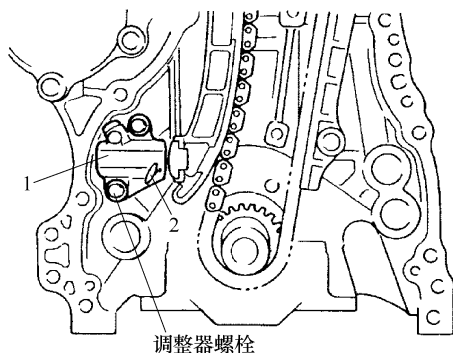

图 6-9 安装张紧器调整器组件
9) 安装正时链条张紧器的调整器组件 1 以及固定器 2, 如图 6-9 所示。把调整器的螺